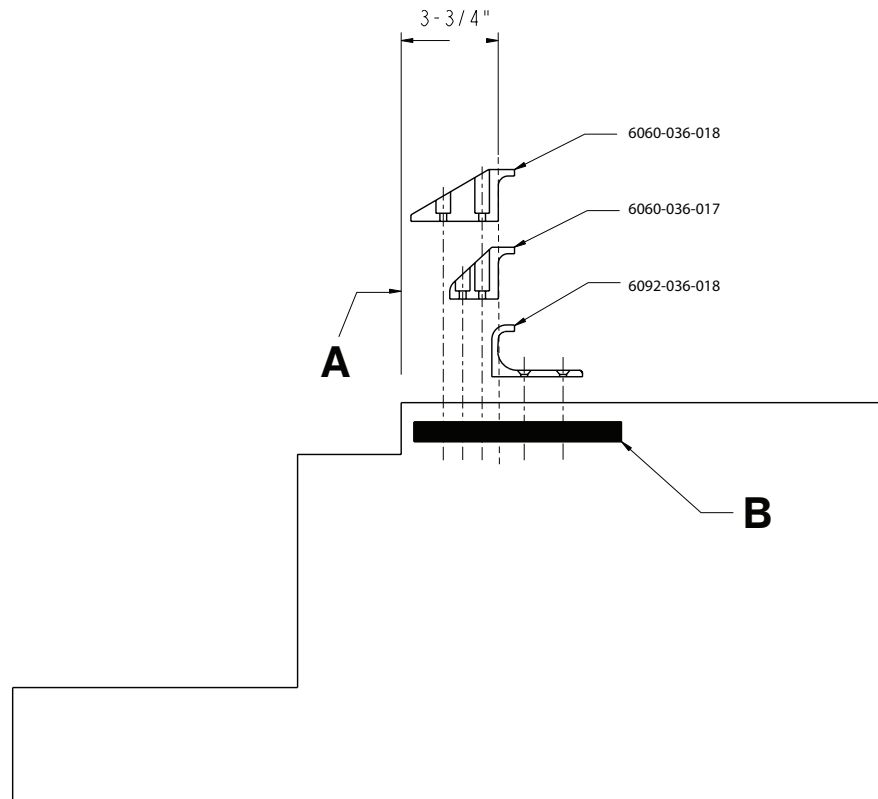

Figura 5 – Posizionamento del gancio di sicurezza del veicolo
2. Posizionarlo a una distanza di almeno 3-3/4 pollici (9,5 cm) dal margine guida della soglia dello sportello (A) (Figura 5). La distanza minima consigliata dalla scanalatura interna del gancio di sicurezza è 3-3/4 pollici (9,5 cm).